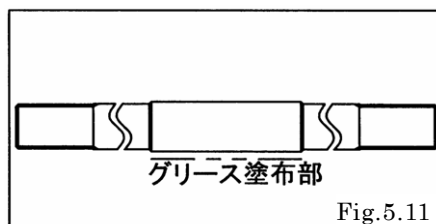

Fig.5.11
- ・センターロッドにグリース（ウレア）を塗布し、本体に挿入する。〔Fig.5.11〕
- ・センターロッドにグリース (ウレア) を塗布し、本体に挿入する。[Fig.5.11]